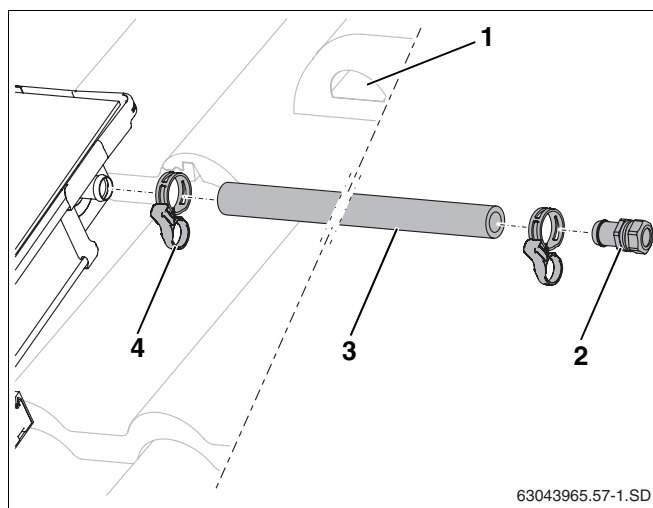

Fig. 53 Montaggio della tubazione di mandata (senza disaeratore sul tetto)
- Spingere il tubo di gomma lungo per solare (1000 mm, fig. 53, pos. 3) sull'attacco di mandata del campo di collettori e fissare in posizione con la fascetta elastica (fig. 53, pos. 4).
- Infilare la boccola per tubo flessibile con il giunto a bocchettone con anello di bloccaggio (fig. 53, pos. 2) dentro il tubo di gomma per solare fino all'arresto e fissare in posizione con la fascetta elastica.
- Collegare la tubazione di adduzione alla boccola per tubo flessibile R $\frac{3}{4}$ con il giunto a bocchettone con anello di bloccaggio (18 mm) (fig. 53, pos. 2).